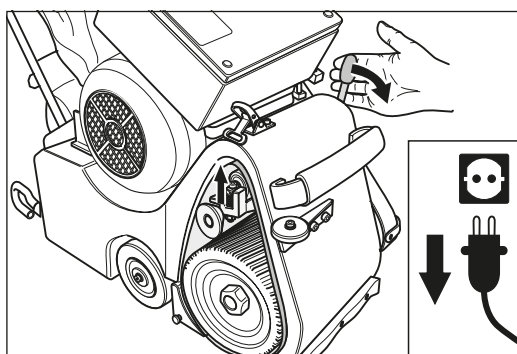

Fig. 14 **N'oubliez jamais de tendre la bande de ponçage afin d'éviter tout dommage ou toute blessure !**
- 6 Pour tendre la bande abrasive, enfoncez le levier de serrage vers le bas (fig. 14).